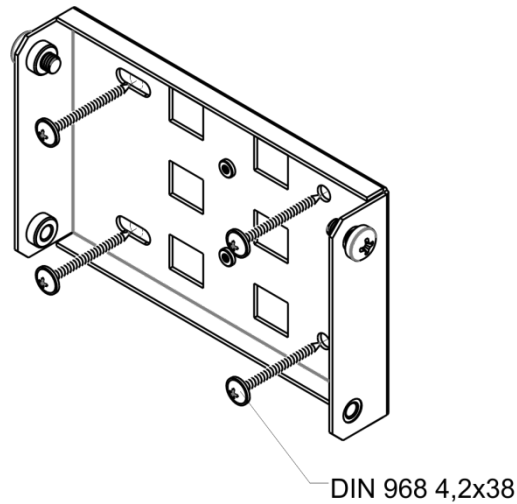

Рисунок 8 – Крепление кронштейна на стене
- в) В верхние отверстия установите винты DIN7985 M6. Винты не нужно закручивать до конца, оставьте зазор минимум 3 мм, рисунок 8.